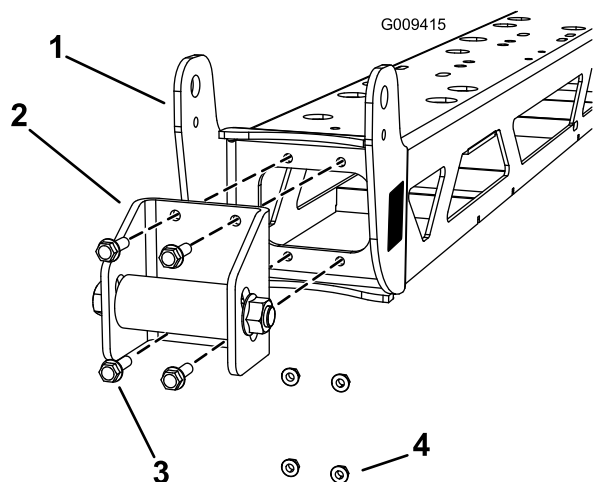

Figura 1
2. Remova os 4 parafusos (5/16 x 1 polegada) e porcas (5/16 polegada) fixando os limitadores na estrutura da rampa central como indicado em (Figura 1).